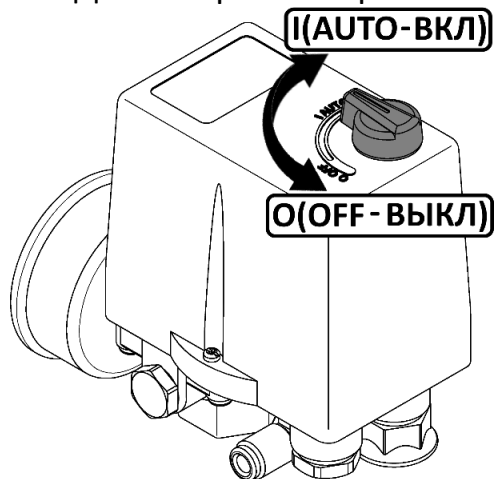

Рисунок 2
- Проверьте, чтобы выключатель на реле давления находился в выключенном положении "O" (рисунок 2).
- 1 Выключить компрессор выключателем на прессостате. Для этого необходимо переключить выключатель в положение "OFF" (см. рисунок 2). После этого остановится электродвигатель и произойдет сброс давления из нагнетательного воздухопровода, охладителя и компрессорного блока.
пуска компрессора после срабатывания защиты выполните следующие действия: после того, как двигатель остынет до допустимой температуры, переключите выключатель на прессостате в положение "OFF" (см. рисунок 2), а затем включите компрессор переключив выключатель в положение "АУТО".